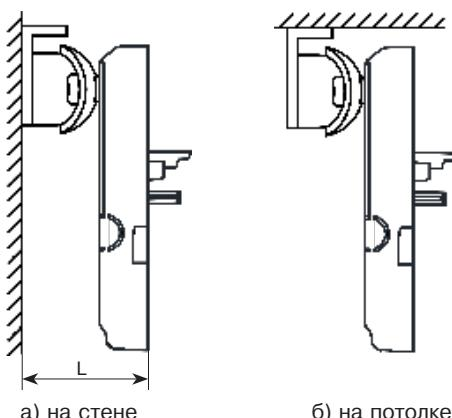

Рисунок 6 – Крепление извещателя с кронштейном
1. После закрепления извещателя на кронштейне повернуть корпус извещателя в вертикальной плоскости в соответствии с выбранной высотой установки, отмерив расстояние (L) от стены до края основания при снятой крышки (рисунок 6, таблица 4).